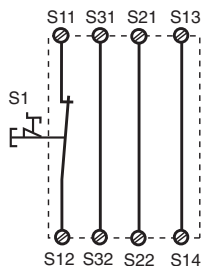
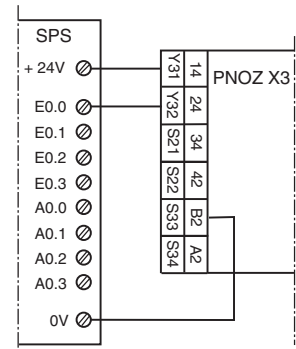

Fig. 2: Circuito de entrada monocanal, rearme automático/Circuito de entrada monocanal, start automatico/Eenkanalig ingangscircuit, automatische start
Fig. 10: Ejemplo de conexión para salida de semiconductor/Esempio di collegamento per uscita semiconduttore/Aansluitvoorbeeld van halfgeleideruitgang
En las fig. 2 a 10 se presentan ejemplos de conexión para conexionado de parada de emergencia con rearme automático y supervisado, excitación de puerta protectora así como aplicación de contactos mediante contactores externos.
- Fig. 2 y 7: En caso de caída de tensión y rearmar, el dispositivo se inicia automáticamente. Evite un arranque intempestivo mediante un cableado externo adecuado.
- Fig. 2 y 7: S33-S34 **no conectado**
In fig. 2 ... fig. 10 sono riportati degli esempi di collegamento per il cablaggio di arresto d'emergenza con start automatico e manuale, per il comando delle porte di sicurezza, nonché per la moltiplicazione dei contatti mediante relè esterni.
- Fig. 2 e 7: Il dispositivo si avvia automaticamente dopo la caduta ed il ritorno dell'alimentazione. Occorre prevenire un riavvio inatteso usando circuiti esterni di misura.
- Fig. 2 e 7: **nessun** collegamento S33-S34
In fig. 2 ... 10 worden aansluitvoorbeelden gegeven van noodstop-schakeling met automatische en bewaakte start, hekbewaking en contactvermeerdering d.m.v. externe magneetschakelaars.
- Fig. 2 en 7: Het apparaat start automatisch bij uitvallen en terugkeren van de spanning. Vermijd een onverwacht heraanlopen door maatregelen in de externe schakeling.
- Fig. 2 en 7: **geen** verbinding S33-S34